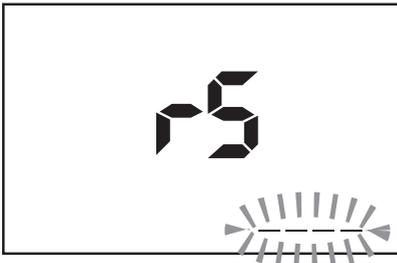

Bild 7.16: Datenübertragung
- ▶ Führen Sie die gewünschten Messungen durch und speichern Sie diese durch Drücken der Taste "SPEICHERN" (8), siehe Abschnitt 7.1 und 7.2.
- ▶ Zum Übertragen von Messwerten stellen Sie den Drehschalter "Messfunktion" (10) auf die Schalterstellung "Übertragen, Drucken" (12).
- ▶ Drücken Sie die Taste "START/STOP" (9), die Datenübertragung wird gestartet. In der LC-Anzeige wird während der Übertragung "rS \_\_\_\_" angezeigt, siehe Bild 7.16.